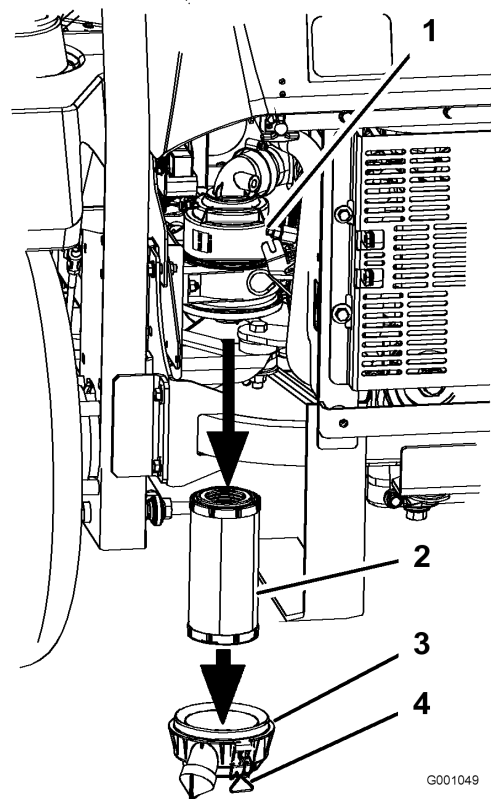

Bild 27
3. Lösen Sie die Riegel am Luftfilter und ziehen Sie die Abdeckung vom Gehäuse ab (Bild 27).
5. Schieben Sie den Filter vorsichtig aus dem Luftfiltergehäuse heraus (Bild 27). Vermeiden Sie ein Anstoßen des Filters an der Seite des Gehäuses.